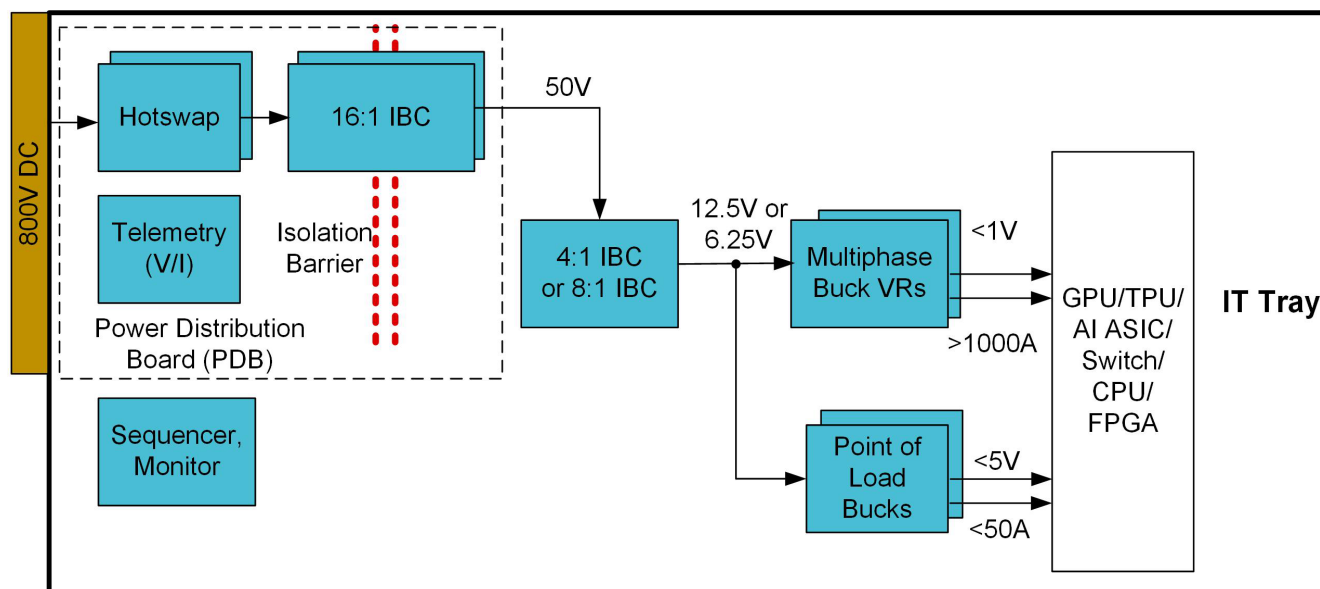

Abbildung 1. Beispiel für die Stromversorgungsarchitektur des IT-Trays in einem System mit 800 VDC
Der Wechsel auf 800 VDC verändert die Stromversorgungsarchitektur, wie in Abbildung 1 dargestellt. Der Eingang in das IT-Tray liegt jetzt bei 800 VDC. Hierfür wird eine Hot-Swap-Schaltung mit höherer Spannung benötigt, um den Einschaltstrom zu regeln und eine sichere Verbindung mit dem Bus mit höherer Spannung zu verwalten. Ein Zwischenbuswandler (Intermediate Bus Converter, IBC) mit hohem Wandlungsverhältnis auf der Stromverteilungsplatine wandelt Energie von 800 VDC in eine niedrigere Zwischenbusspannung um. Eine Isolierungsbarriere (mit verstärkter Isolierung) in diesem System könnte das Hochspannungssystem vom Niederspannungssystem trennen. Der Rest der Leistungsarchitektur würde ähnlich aussehen und wirken wie das Computing-Tray mit künstlicher Intelligenz (KI) mit 48 VDC, aber es gibt mehrere mögliche Variationen. Eine Option ist ein IBC mit 800 V bis 50 V, gefolgt von einem IBC mit 50 V bis 12,5 V oder 6,25 V.